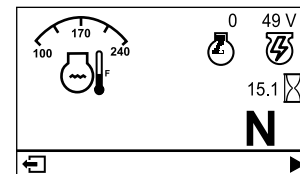

Figura 18
- **Ecrã de informações principal (Figura 18):** mostra a informação atual da máquina enquanto a chave está na posição LIGAR.